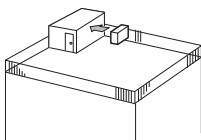

Fig. 2-4
- ① Vend luftutløpet mot nærmeste tilgjengelig vegg, omtrent 35 cm unna vegg. (Fig. 2-4)